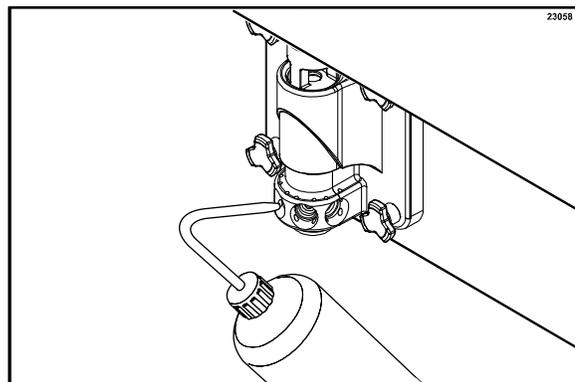

Figura 26
6. Llene la botella flexible con solución desinfectante. Coloque un balde debajo de la puerta, introduzca el extremo del tubo de la botella flexible en el orificio de jarabe y oprima la botella con fuerza. Esto forzará la solución por el orificio adyacente y alrededor del rotor. Este procedimiento deber realizarse durante un tiempo mínimo de 10 segundos en cada orificio. (Vea la figura 26).